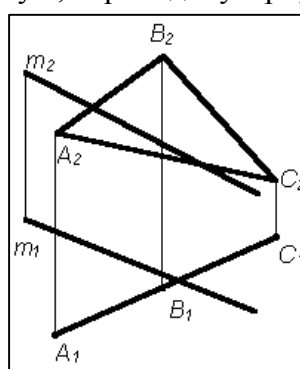

Рис. 5.
5. Построить точку пересечения прямой m и плоскости $P(\triangle ABC)$ (рис. 5).